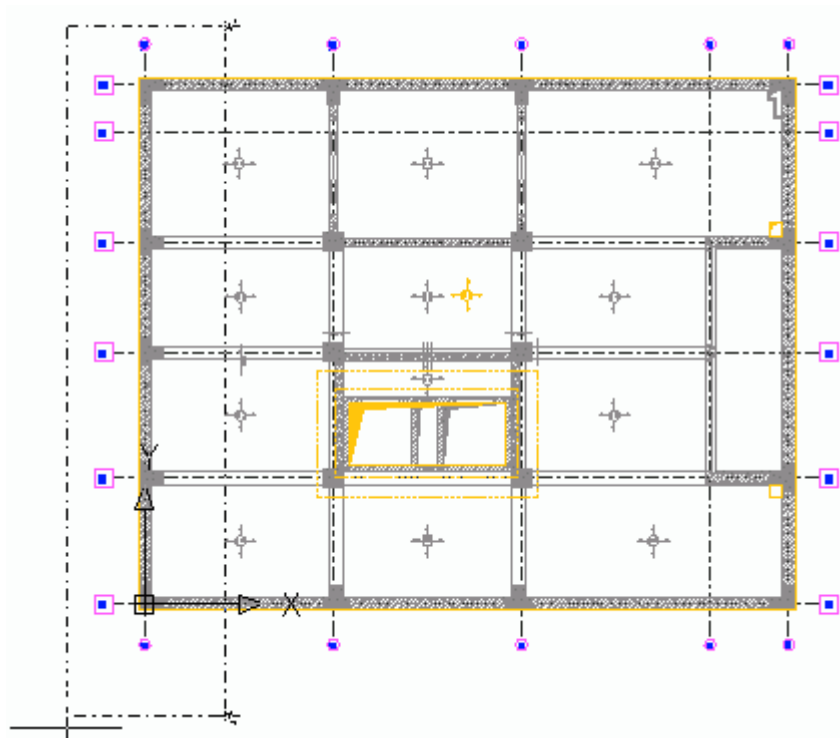

Figura 223: Crearea secțiunii
4. Deplasați cursorul în direcția **-X** pentru a defini adâncimea secțiunii. Includeți toată partea dreaptă a clădirii așa cum indică Figura 223 și dați clic pe un punct.